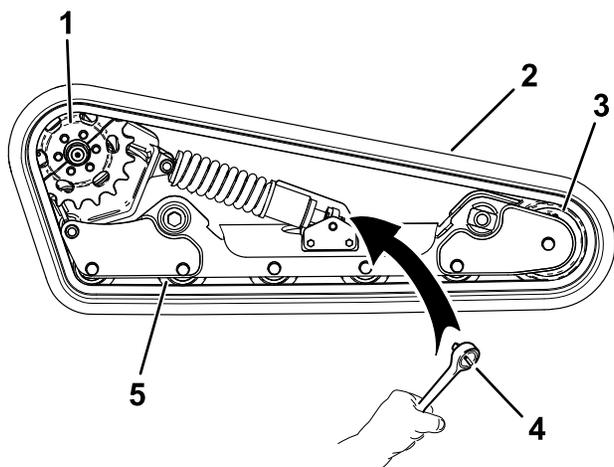

Рисунок 61
- Используя ключ с храповым механизмом на  $\frac{1}{2}$  дюйма, ослабьте натяжение привода, вращая натяжной винт по часовой стрелке (Рисунок 57 и Рисунок 61).
- Проложите новую гусеницу вокруг переднего катка, затем вокруг ведущей ступицы на стороне, где снято ведущее колесо (Рисунок 61).
- Протолкните гусеницу под опорные катки и одновременно между ними и проложите ее вокруг рамы (Рисунок 61).